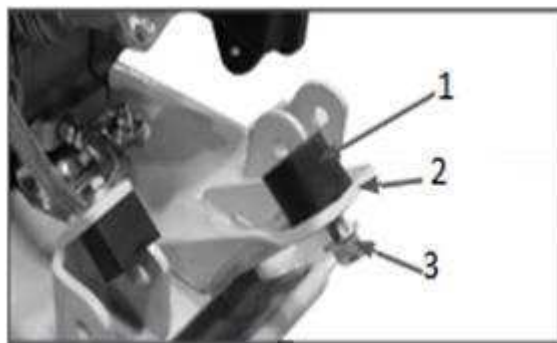

Рис. 5 Регулировка положения рабочей рукоятки
5. Отрегулируйте положение рабочей рукоятки по высоте. Положение рабочей рукоятки по высоте регулируется с помощью резинового упора 1 (Рис. 5). Для наглядности, на Рис. 5 показана виброплита без рабочей рукоятки.
Наклоните рабочую рукоятку вверх и выкрутите резиновый упор 1 из кронштейна 2 на несколько оборотов. Отпустите рабочую рукоятку и убедитесь, что положение рабочей рукоятки соответствует требуемому. При необходимости повторите. После окончательной регулировки затяните контргайку 3 (Рис. 5).